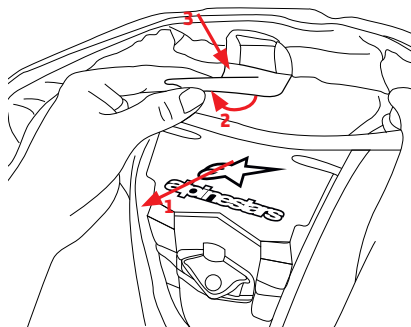
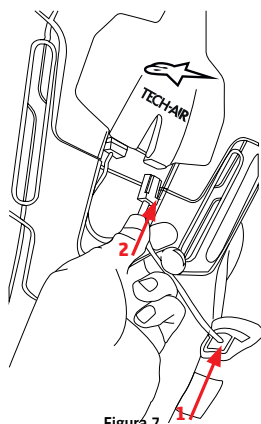

Figura 6
Figura 7
3. Aprire il secondo lembo di velcro (12) e fissare il velcro del collo sul Race Vest (13) a questo nuovo lembo, centrandolo correttamente (Figura 6).
4. Procedere collegando il velcro della spalla inferiore (15) e il velcro della spalla superiore (14) verso le etichette corrispondenti all'interno della fodera della tuta su entrambe le spalle destra e sinistra.
5. Rimuovere la spina del display LED dalla tasca di custodia (17) e collegarla alla presa grigia (5) (Figura 7).
6. Accendere l'interruttore principale (8). Si noti che l'interruttore principale deve rimanere sempre acceso, tranne durante il trasporto o la custodia.
8. Utilizzare le cerniere gialle sulla tuta (10) e il Race Vest (1) per fissare il Race Vest alla tuta.